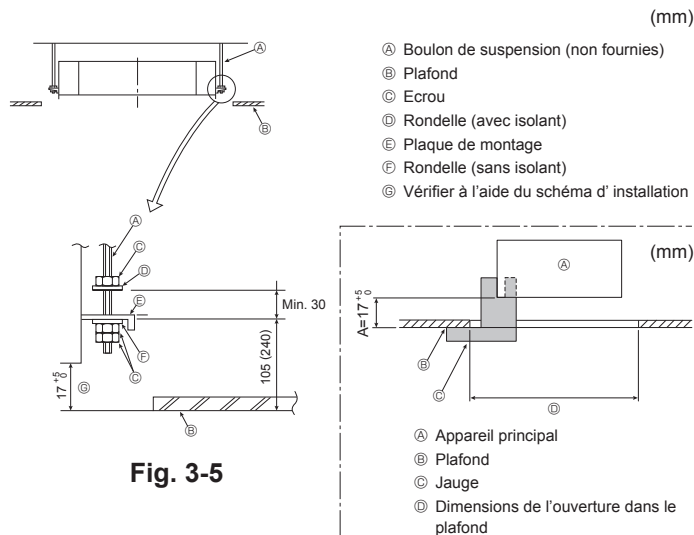

Fig. 3-5
3.5. Méthodes de suspension de l'appareil (Fig. 3-5)